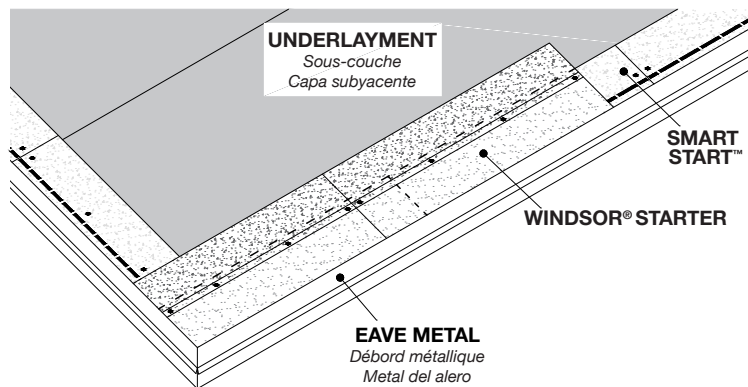

Figure 5 - Application de bardeaux Windsor® Starter par-dessus des Smart Start™ pour l'avant-toit
Fixez avec quatre (4) clous entre les lignes de peinture, un à environ 25 mm (1") de chaque côté du bardeau de départ, et les deux restants espacés régulièrement sur la même ligne. Poursuivez au travers du toit, en rapprochant simplement les bardeaux pour éviter des ondulations, et fixez en place (Voir la Figure 5).